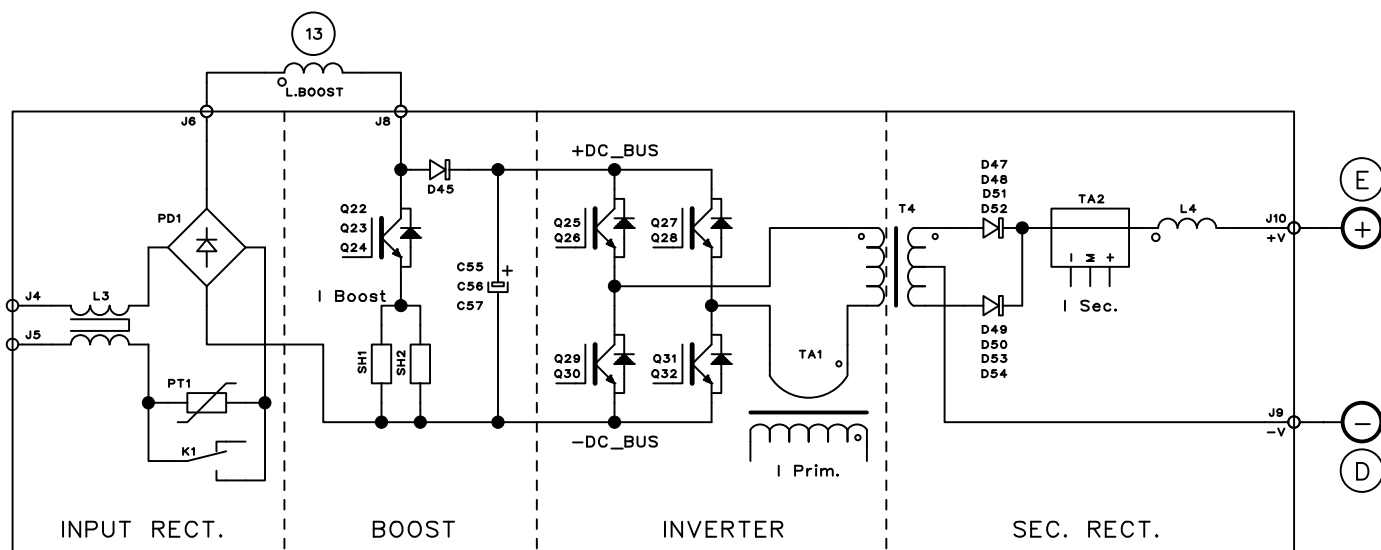

Fig. 2.3.1
Più precisamente nella scheda potenza (15) si possono identificare (Fig. 2.3.1):
- l'inverter ad igbt, che genera la tensione alternata ad onda quadra per il trasformatore di potenza T4, montato anch'esso sulla scheda potenza (15);